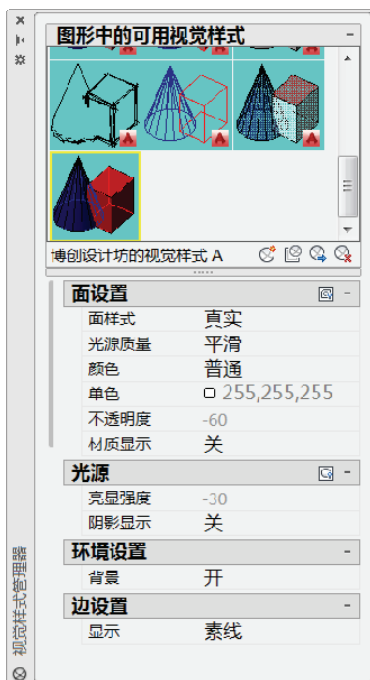

图 9-127 新视觉样式显示在列表中
3) 该新视觉样式出现在“视觉样式管理器”面板的“图形中的可用视觉样式”列表框中,如图 9-127 所示。接着,在“视觉样式管理器”面板中,根据需要分别进行面设置、环境设置、边设置和光源设置。